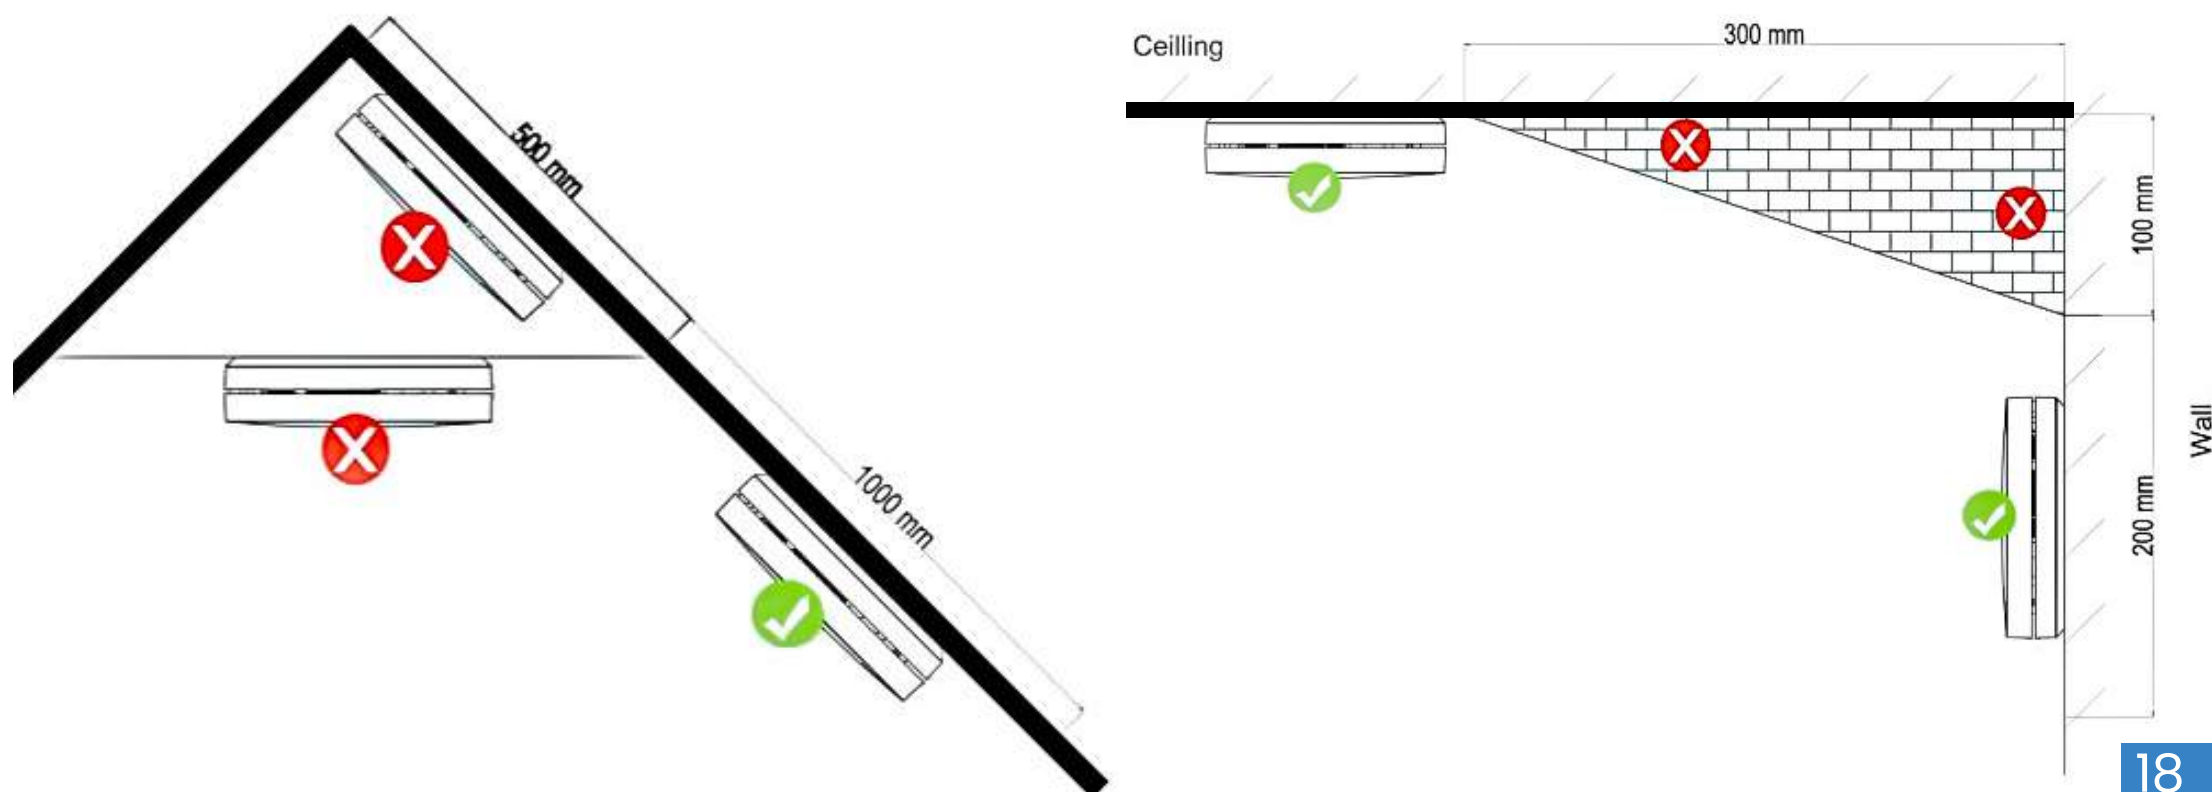

Figure 4 & 5 : Emplacements de montage recommandés
- Vérifiez les figures 4 et 5 pour connaître les emplacements de montage corrects. La plupart des pays de l'UE exigent des détecteurs de fumée à tous les étages et le long des voies d'évacuation.